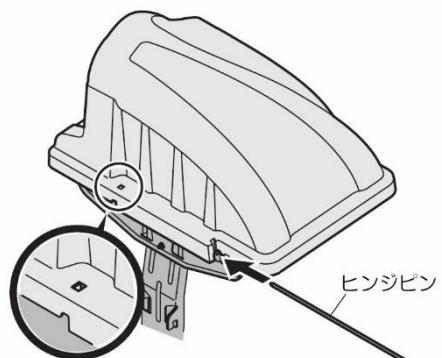
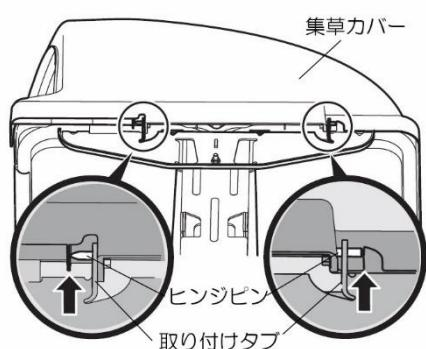

図12
図13
- 図12に示されているように、取り付けタブと集草カバーの穴を合わせてヒンジピンを差し込みます。
- 切り取り窓(図12の挿入図を参照)を見ながら、反対側の取り付けタブの差し込み穴を合わせ、ピンを最後まで押し込み、突き当たるまで差し込みます。図13を参照してください。